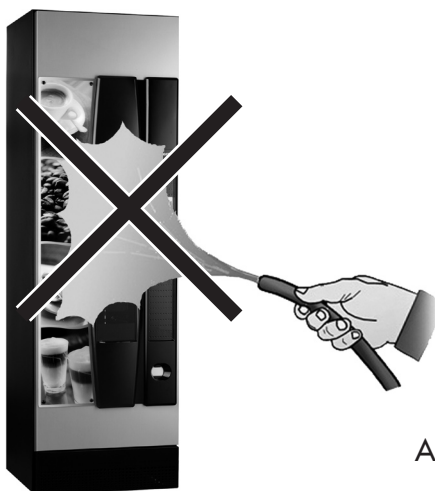

Abb. 6
- für die Reinigung einen Wasserstrahl auf den Automaten zu richten (Abb. 6).